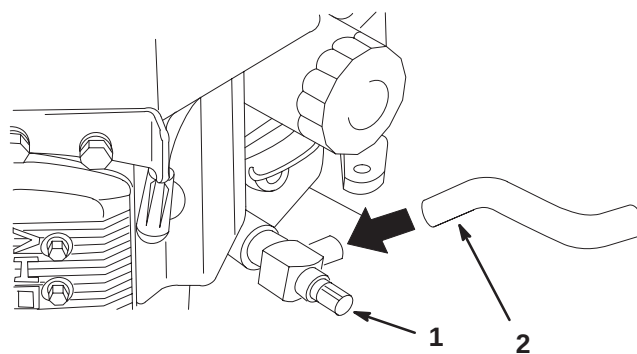

Figure 37
7. Tournez le robinet de vidange d'huile pour permettre à l'huile de s'écouler (Fig. 37).
9. Retirez le flexible de vidange (Fig. 37).